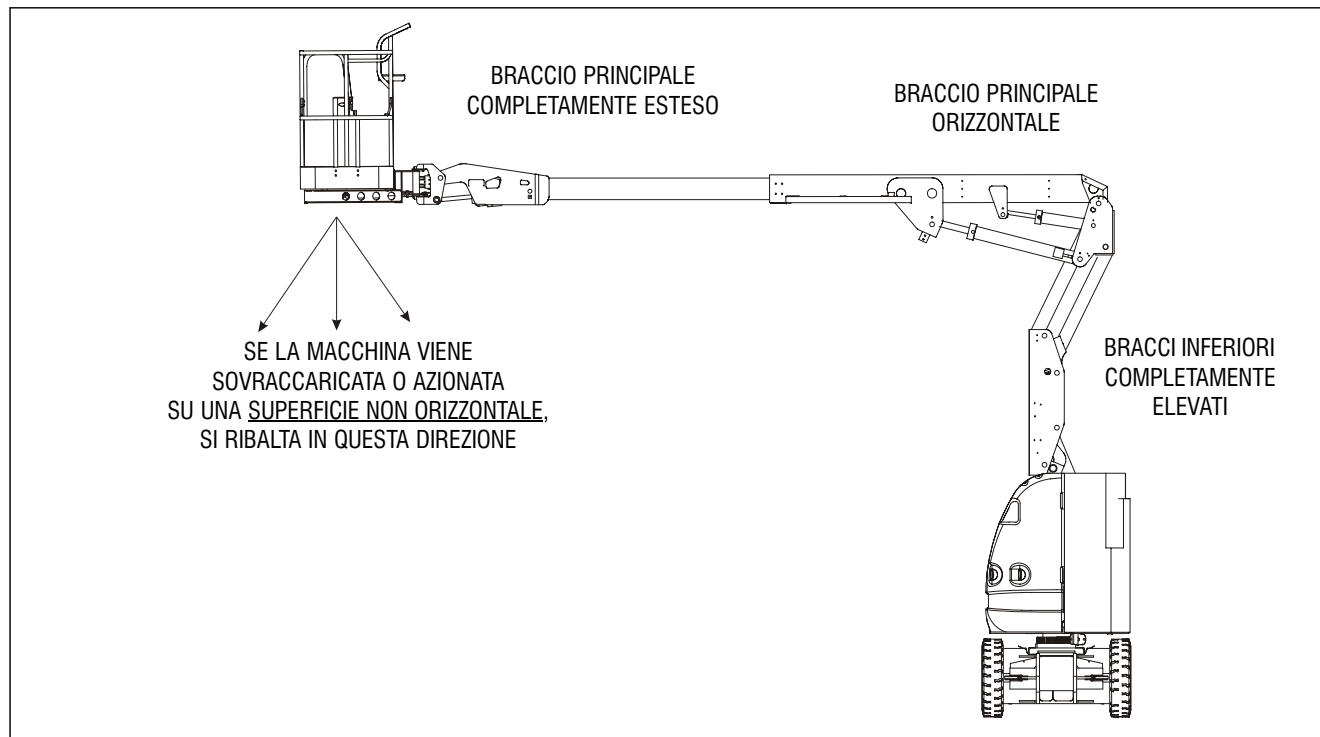
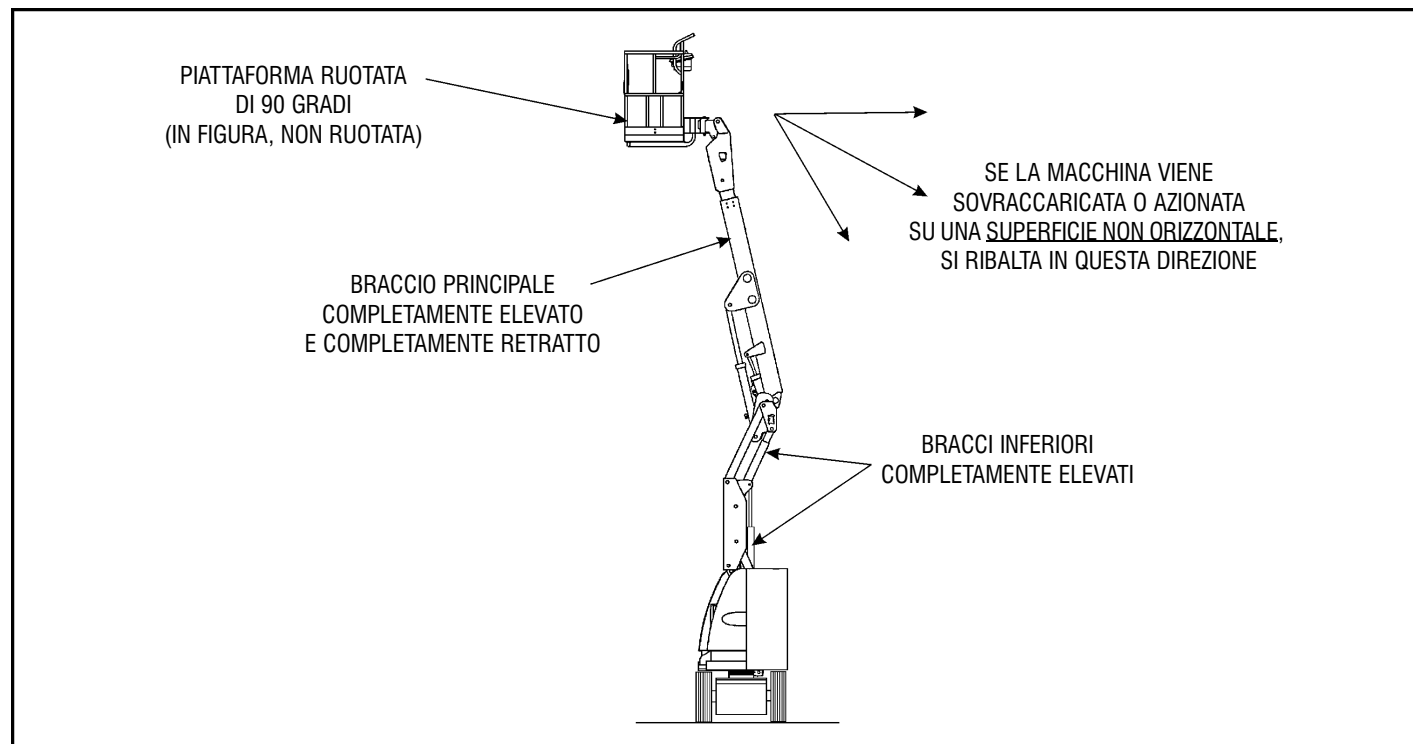

Figura 4-1. Posizione corrispondente alla stabilità minima in avanti
Figura 4-2. Posizione corrispondente alla stabilità minima all'indietro
La stabilità della macchina si basa su due (2) condizioni, dette stabilità IN AVANTI ed ALL'INDIETRO. La posizione corrispondente alla stabilità minima IN AVANTI della macchina è illustrata nella Figura 4-1., mentre quella corrispondente alla stabilità minima ALL'INDIETRO è illustrata nella Figura 4-2.